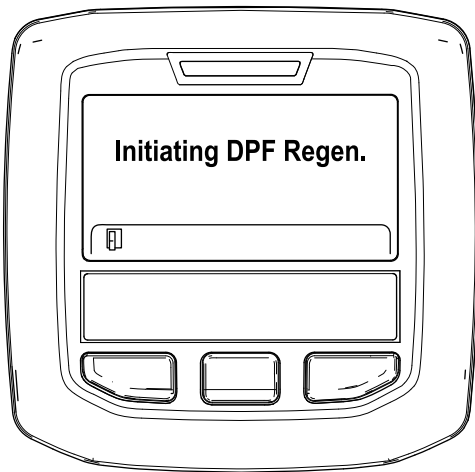

Figura 54
- A. Se muestra el mensaje "Initiating DPF Regen." (Iniciando regeneración de DPF) (Figura 54).